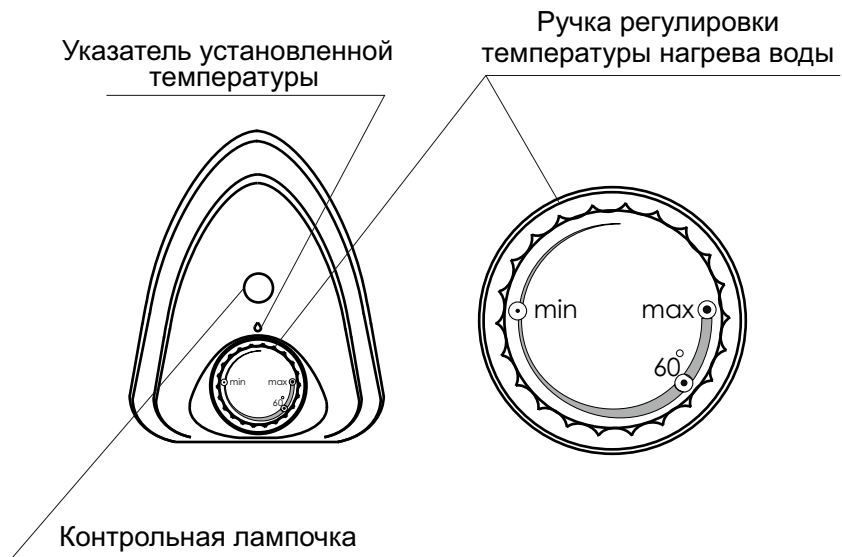

Рисунок 1 - Панель управления ЭВН
- поворотом против часовой стрелки - уменьшают.Для ориентации на шкале обозначено положение ручки, соответствующее нагреву воды примерно до 60 °С (см. рисунок 1).